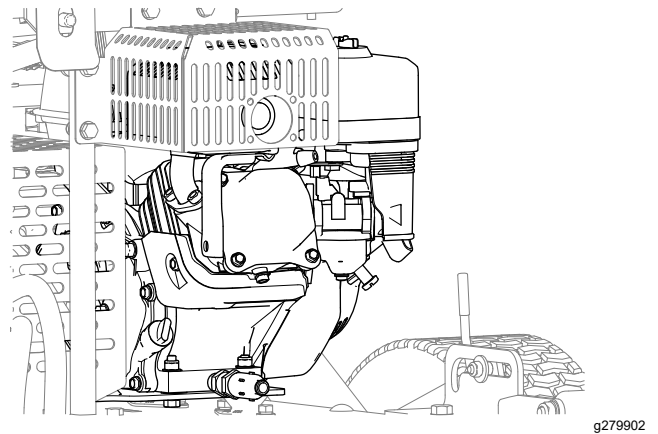

Figura 42
4. Limpe a sujidade e detritos do motor e das aletas de arrefecimento do motor (Figura 42).